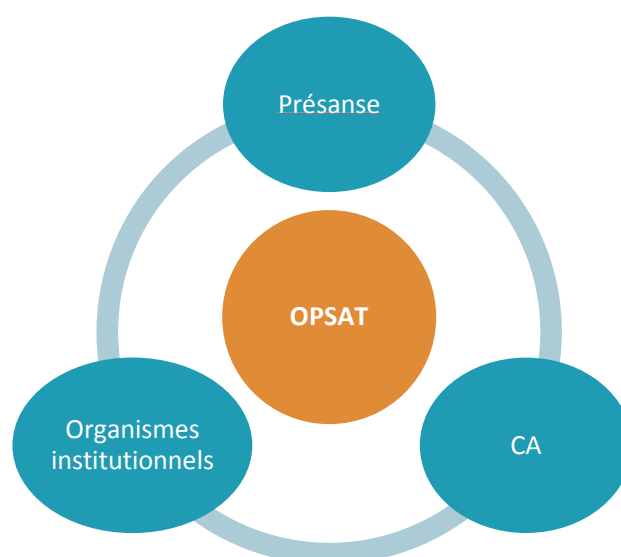

Figure 2 : Les partenaires institutionnels
- Les partenaires institutionnels (figure 2)